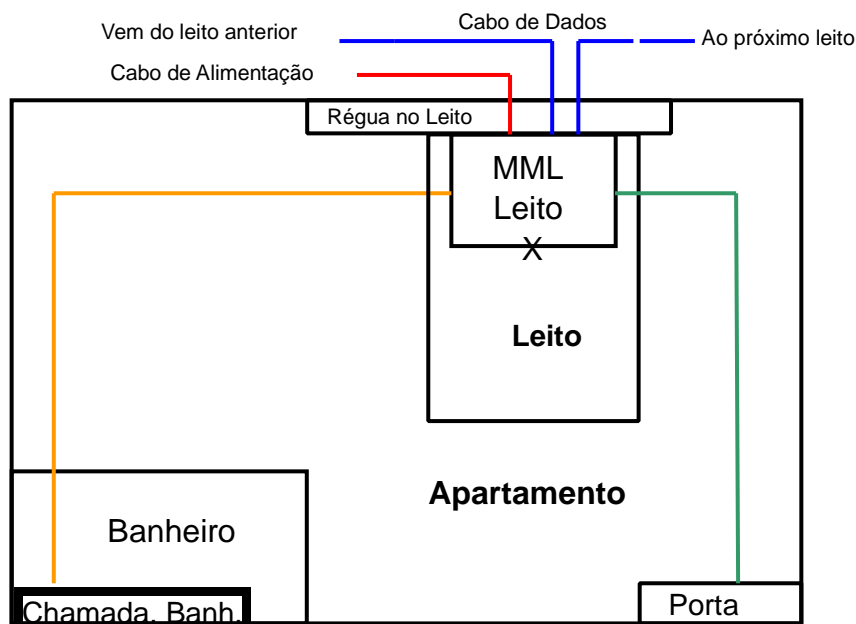

Figura 3 – Instalação nos apartamentos
A Figura 3 abaixo mostra os detalhes das instalações internas dos apartamentos, ou seja, aqueles ambientes de internação contendo apenas um leito. Observe que além do cabo de rede (UTP), há ainda um cabo (representado pela linha de cor laranja) que vai do MML até uma caixa de passagem no banheiro do apartamento, onde será instalado o dispositivo de Chamada de Banheiro (CB). Além disso, há ainda outro cabo (representado pela linha de cor verde) que vai do MML até uma caixa de passagem no corredor, geralmente acima da porta do apartamento, onde será instalado o Sinalizador de Porta (SP). Quando for utilizada uma fonte de alimentação coletiva, faça da forma seguinte: um cabo de bitola de 1,5mm2, paralelo polarizado, deve ser utilizado saindo da fonte coletiva para a alimentação de cada MML, realize derivação, também com cabo paralelo polarizado, de 0.2mm2.